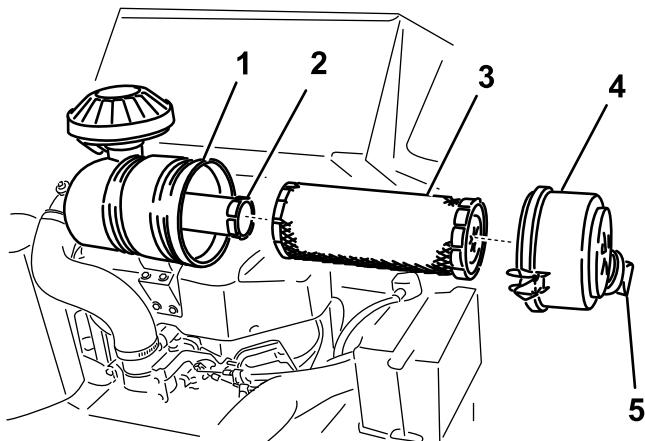

Figure 30
3. Ouvrez les verrous du filtre à air et séparez le couvercle du corps du filtre (Figure 30).
1. Sortez l'élément principal du corps du filtre avec précaution (Figure 30). Évitez de cogner l'élément à l'intérieur du corps.
4. Si vous remplacez l'élément filtrant de sécurité, insérez-le avec précaution dans le corps du filtre (Figure 30).
5. Placez ensuite l'élément principal sur l'élément de sécurité avec le même soin (Figure 30). Assurez-vous qu'il est bien engagé en appuyant sur le rebord extérieur.
6. Reposez le couvercle du filtre à air, le capuchon antipoussière orienté comme indiqué à la Figure 30, et fermez les verrous.